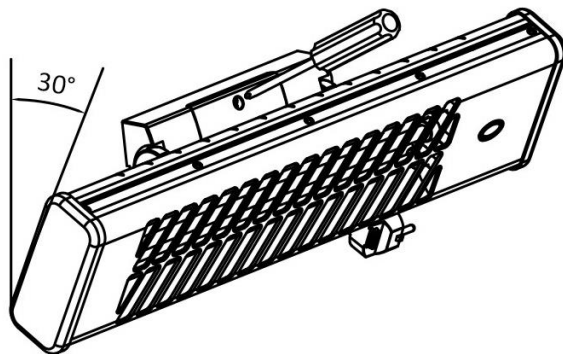

Fig.1
1. Løsn og fjern skruerne på for oven og for neden på vægophænget. Tag beslaget til vægophænget af for oven på varmeapparatet. (Se fig. 1 & 2)